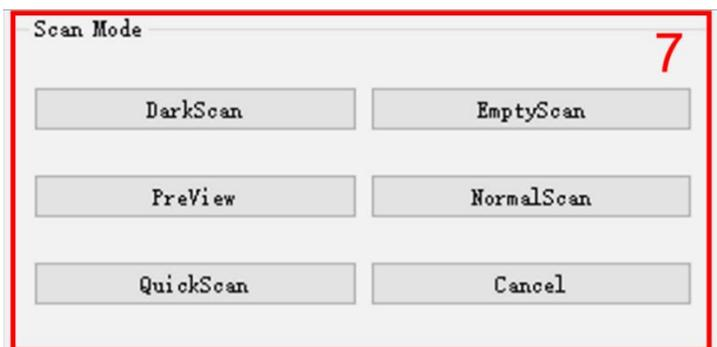
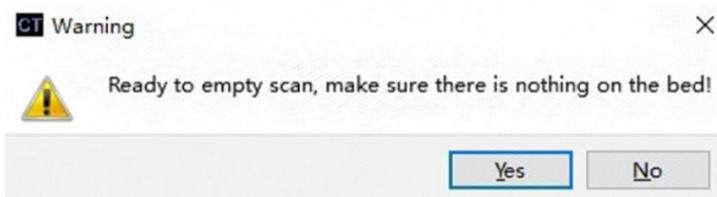
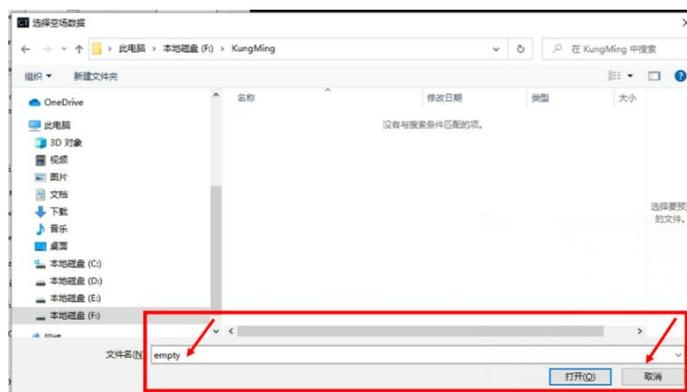
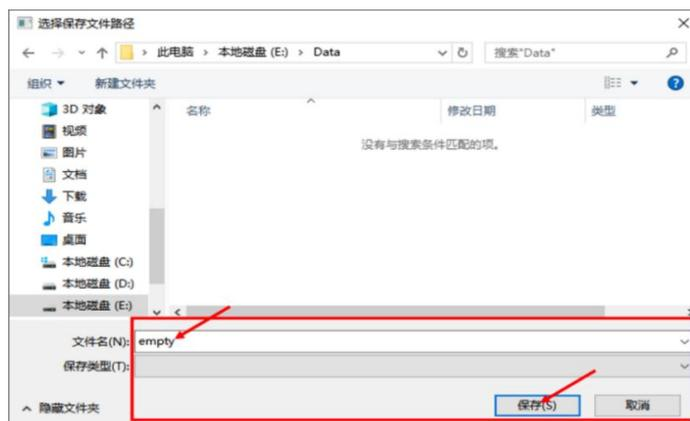

图 3.3.14 模块 7 中 EmptyScan 按钮
图 3.3.15 空场采集提示信息
图 3.3.16 文件操作信息
图 3.3.17 选择文件保存路径
(6).点击模块 7 中的 EmptyScan 按钮（如图 3.3.14 所示），将会弹出所示的提示信息（如图 3.3.15 所示），点击 Yes 按钮。此时弹出另一个界面，选择取消（如图 3.3.16 所示）。即会弹出另一个界面，然后选择保存并选择空场文件的保存路径（如图 3.3.17 所示）。